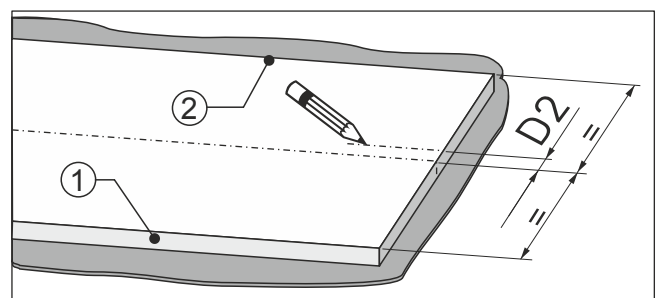

Fig. 93
- Von der Mitte der Möbelfront Maß Fig. 93 (D2) in Richtung Türanschlagseite Fig. 93 (2) abmessen.